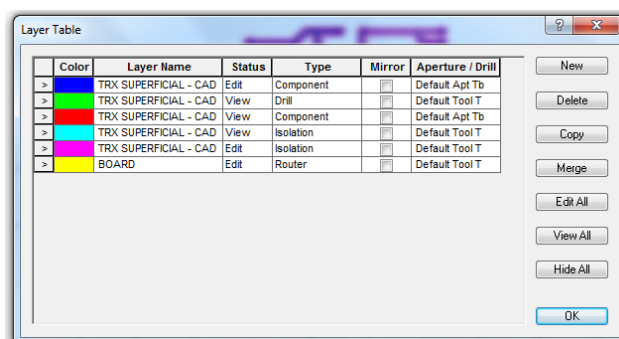

Figura 82. Tabla de capas con la capa nueva de la board.
60. Y en la opción tipo (type) despliegue en menú y elija **router** como se muestra en la figura 82.